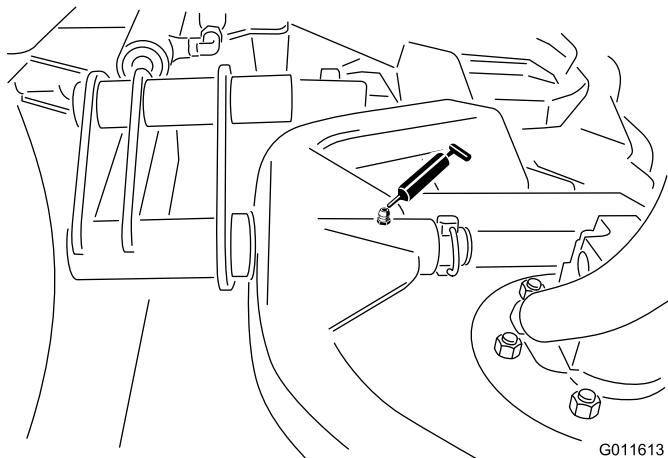

Figure 29
- Pivots des bras de relevage (x 1) (Figure 29)